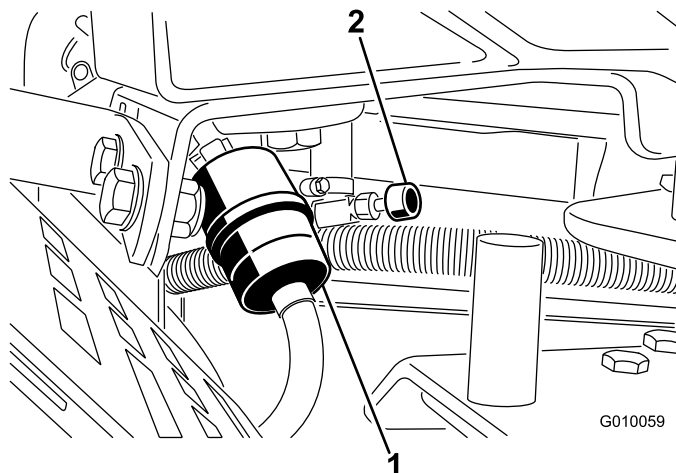

图 49
2. 关闭燃油切断油阀图 49。
3. 将软管夹的两端挤压到一起将它们滑离滤清器图 49。
5. 安装新的滤清器并将软管夹移近滤清器图 49。
7. 打开燃油切断阀图 49。
2. 关闭燃切断油阀 图 49。
3. 松开燃油滤芯上的软管夹、沿燃油管向上滑动、使之离开燃油滤芯 图 49。
4. 从燃油滤清器上拉出燃油管 图 49。打开燃油切断阀让燃油排入燃油罐或放油盘。
5. 将燃油管安装到燃油滤清器上。将软管夹滑近燃油滤清器固定燃油管 (图 49)。